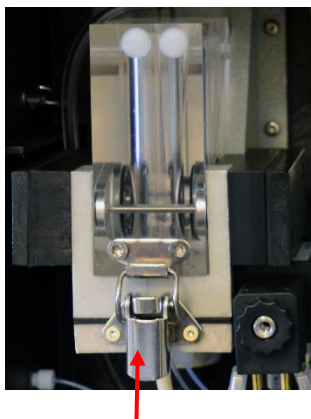

Abbildung 32
4. Entriegeln Sie den Spannverschluss (siehe Abbildung 32), kippen Sie die Messkammer nach oben und nehmen Sie sie heraus.